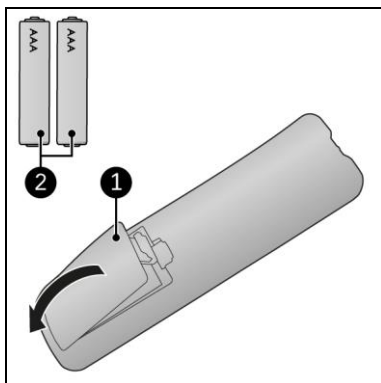

Figura 11
1. Scoateți capacul (Figura 11, poz. 1).
3. Introduceți două baterii (AAA 1,5 V) (Figura 11, poz. 2) așa cum este indicat în compartimentul pentru baterii. Asigurați-vă că introduceți bateriile în mod corect.
5. Scoateți bateriile din telecomandă (Figura 11).